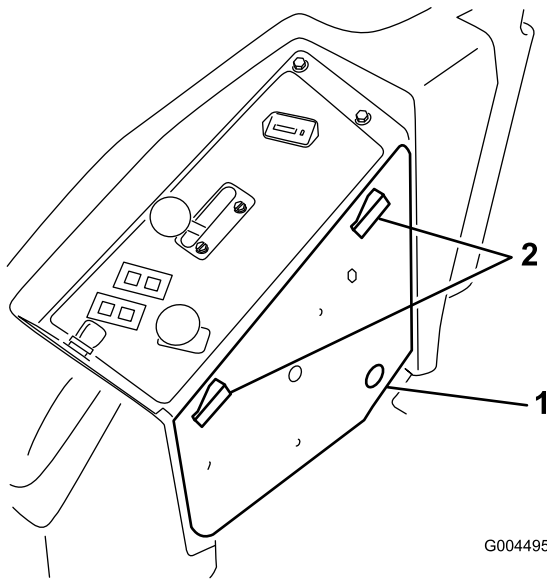

Bild 1
1. Entriegeln Sie die Seitenabdeckung des Armaturenbretts (Bild 1) und legen sie auf zur Seite.